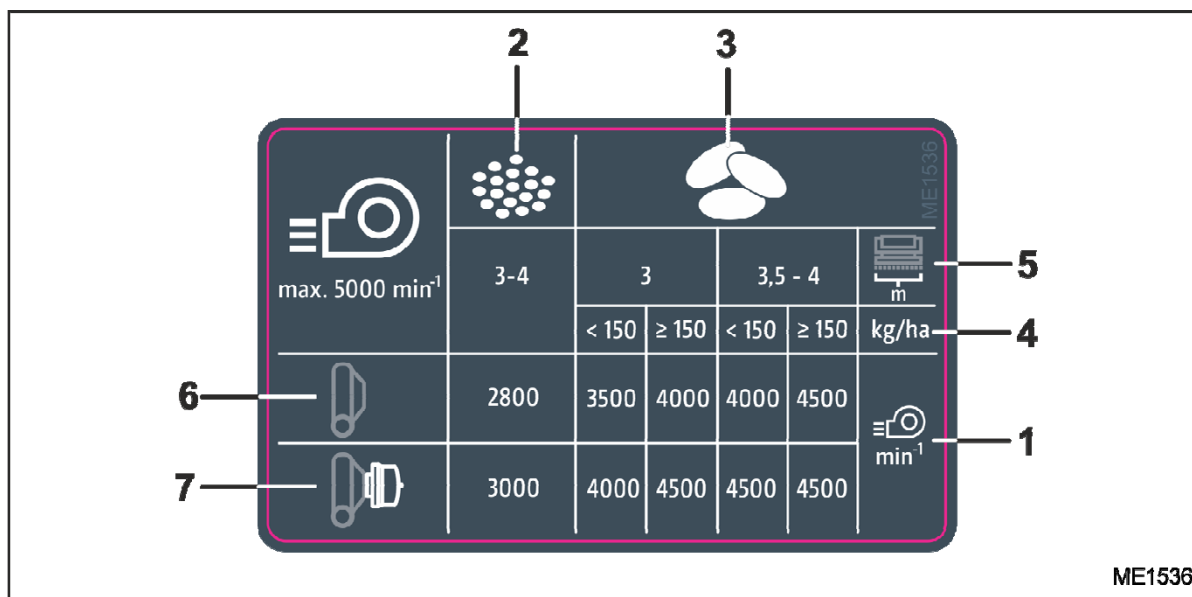

Fig. 63
Nødvendig vifteturtall (Fig. 63/1) er avhengig
- Fint sågods (Fig. 63/2), f.eks. raps eller gressfrø
- Korn eller belgvekster (Fig. 63/3) og såmengden (kg/ha) (Fig. 63/4)
- arbeidsbredden (Fig. 63/5)
- uten vernegitter til vifteinnsug (Fig. 63/6)
- med vernegitter til vifteinnsug (Fig. 63/7).
Sågods:hvete (Fig. 63/3)
Såmengde:165 kg/ha (Fig. 63/4)
Arbeidsbredde:3,0 m (Fig. 63/5)
Vifteutstyr:uten vernegitter til vifteinnsug (Fig. 63/6)
nødvendig vifteturtall:4000 min⁻¹ (Fig. 63/1)